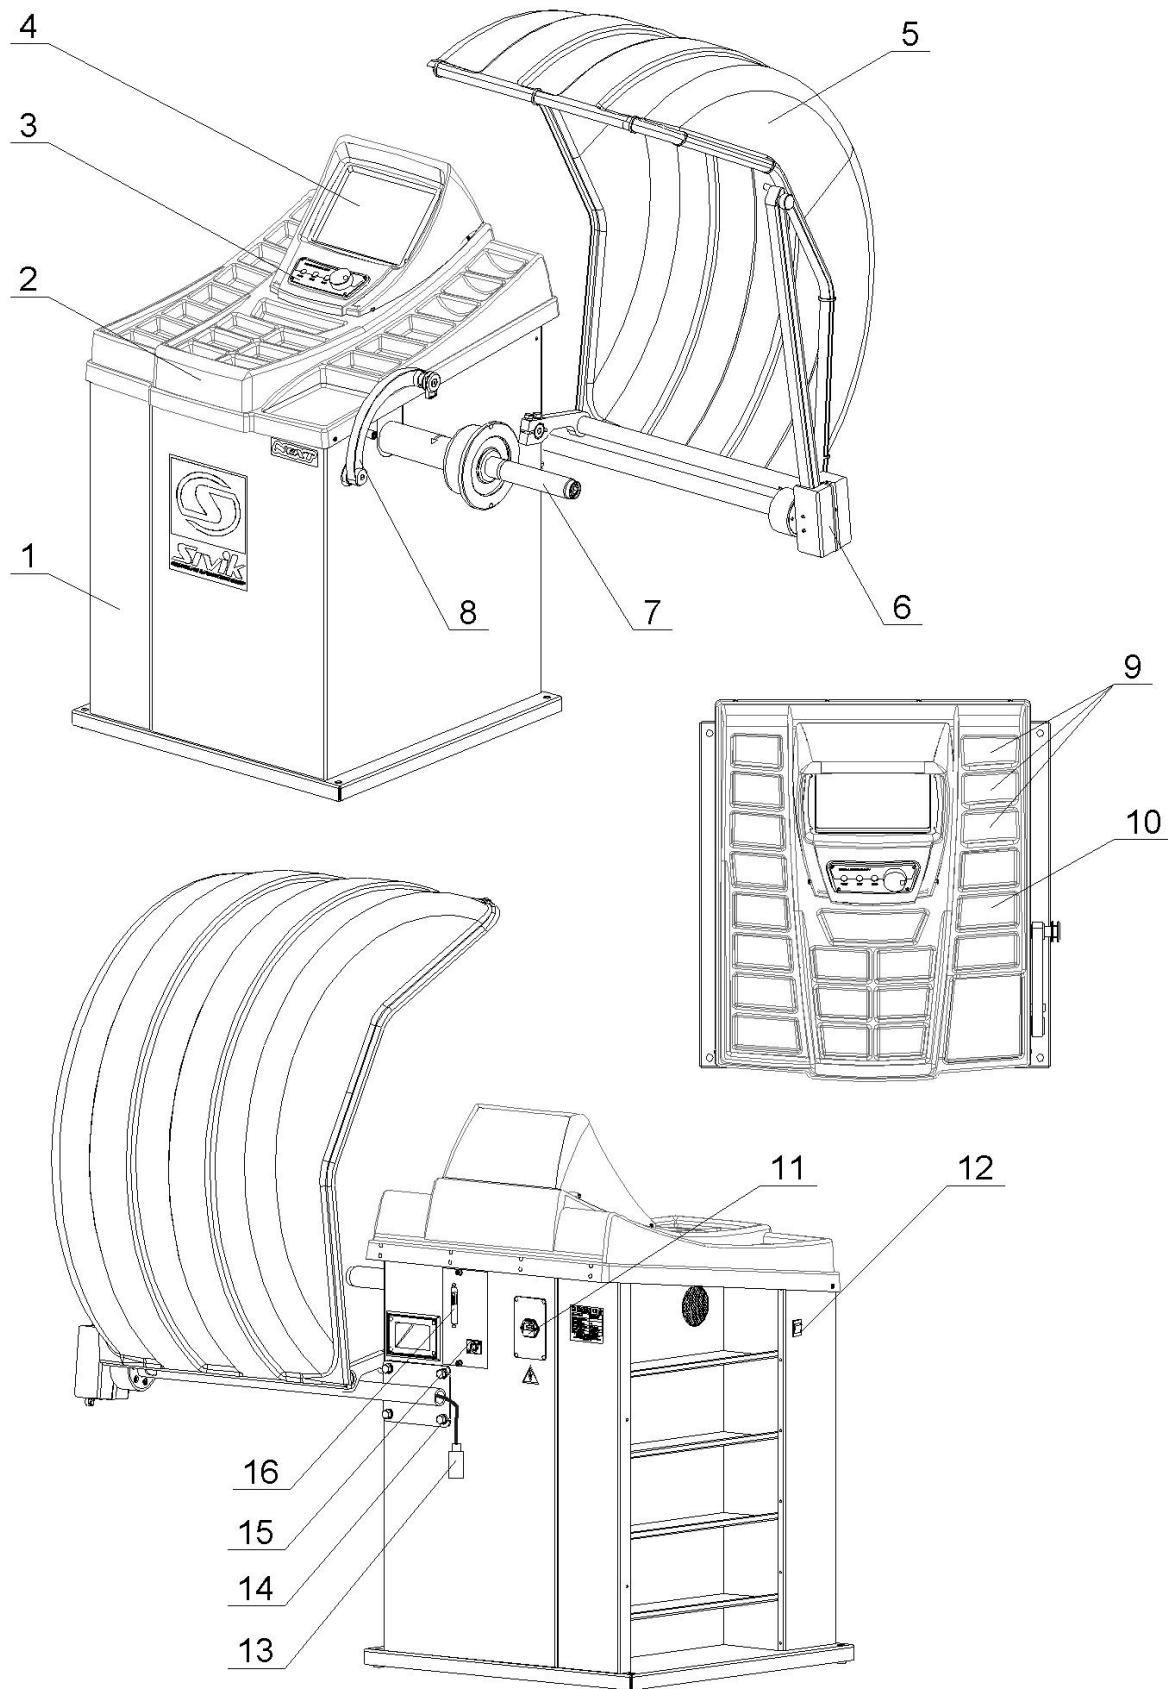

Рисунок 4.1
4.2.8 Подключить сетевой шнур к гнезду станка, расположенному на задней панели корпуса станка (рисунок 4.1), и к питающей сети, оборудованной розеткой с контактом заземления.